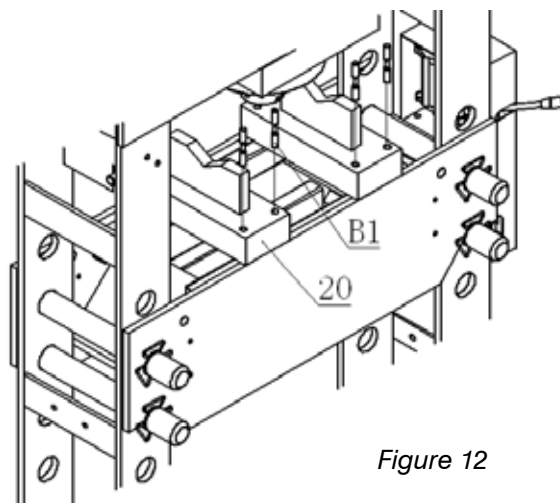

Figure 12
**Remarque :** pour empêcher les cales de blocage de glisser du tablier, pousser vers le bas les quatre goupilles de blocage sur la cale (Figure 12).